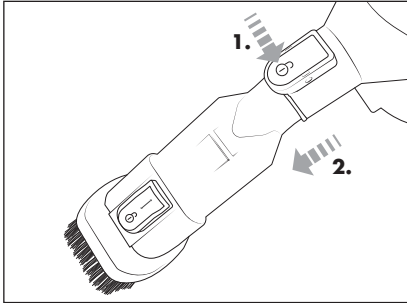

Abb. 9
- ◆ Um die 2-in-1 Kombibürste **8** vom Gerät zu entfernen, halten Sie die Entriegelungstaste **17** gedrückt. Ziehen Sie dann die 2-in-1 Kombibürste **8** von der Saugöffnung des Gerätes ab (siehe Abb. 9).